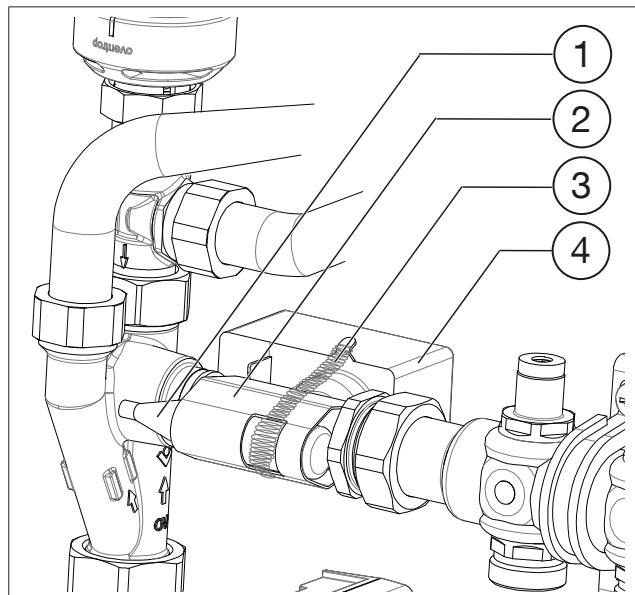

Abb. 5: Verbindung Anlegefühler, Halteblech, Haltefeder und Kontakt-Thermostat
4. Befestigen Sie den Anlegefühler mit Hilfe des Halteblechs am Rohr zum Verteilervorlauf (siehe Abb. 5 auf Seite 8).
5. Fixieren Sie den Anlegefühler, das Halteblech und den verkabelten Kontakt-Thermostaten mit der Haltefeder (siehe Abb. 5 auf Seite 8).